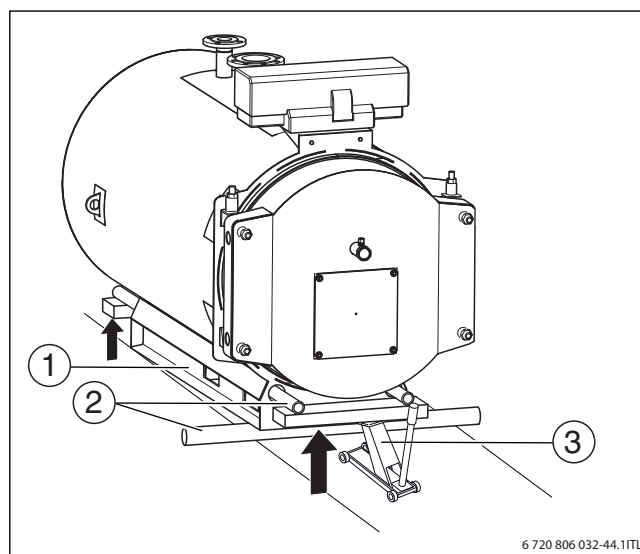

Рис. 10 Перемещение котла перекачиванием на трубах
- ▶ Уложите трубы (→ рис. 10, [2]).